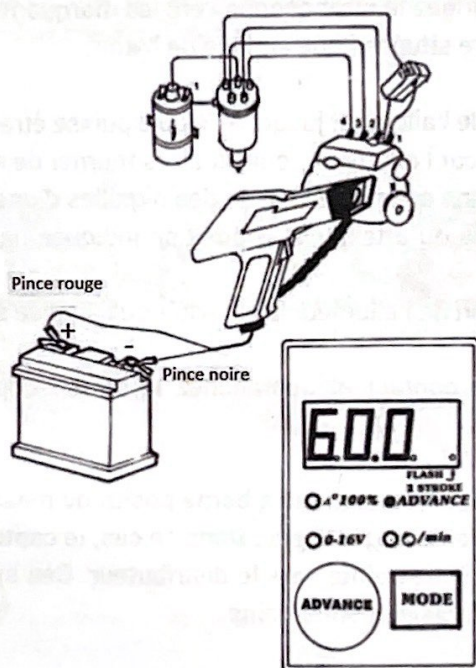

Figure 1
1. Branchez le stroboscope sur la batterie du véhicule, la pince crocodile rouge sur la borne positive (+) et la pince crocodile noire sur la borne négative (-) (voir figure 1).
3. Connectez la pince noire sur la borne négative (-) de la batterie et la pince rouge sur la borne positive (+) de la batterie. (Fig. 1).